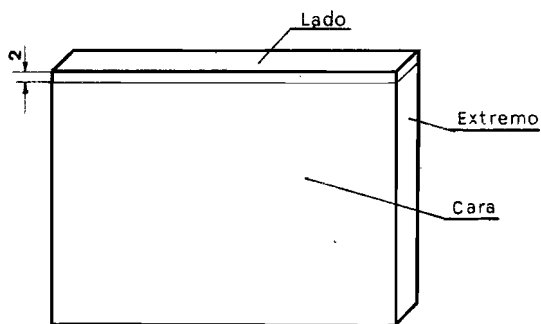

Fig. 4-1
NOTA.—La pieza se presentará trazada según fig. 4.1.
1.1. Denominación.—Para mejor comprensión denominaremos las superficies de las piezas según se indica en la (fig. 4.1).